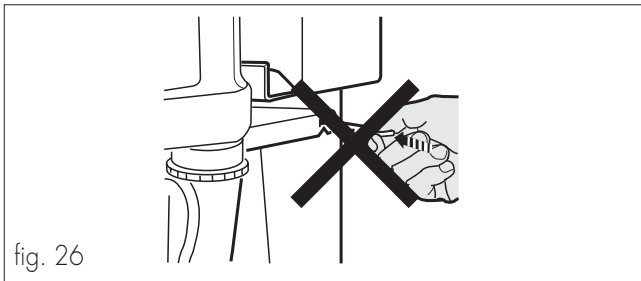

fig. 26
Se prohíbe terminantemente efectuar operaciones de limpieza o mantenimiento con la llave para la anulación de los micros (ref. 17, fig. 1) introducida (fig. 26).